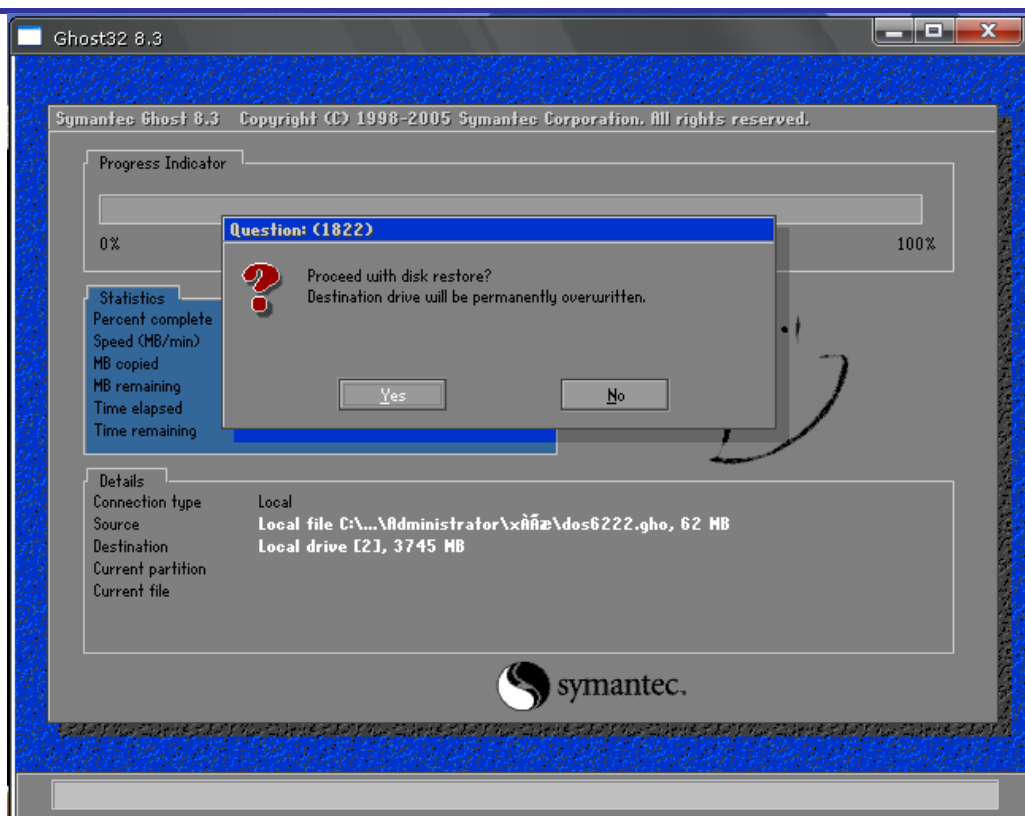

图 2-10 安装系统确认对话框
10) 点击“OK”后出现如下图 2-10 所示安装系统确认对话框。